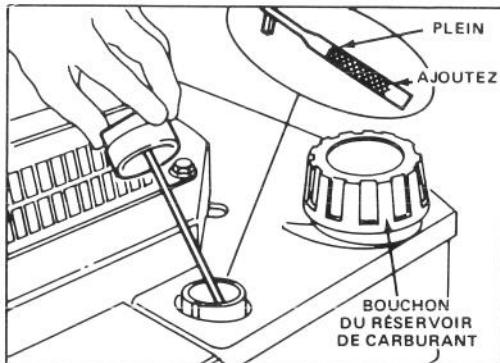

Figure 6
et vérifiez le niveau d'huile (Fig. 6). Si le niveau est bas, ajoutez une quantité d'huile qui soit tout juste suffisante pour amener le niveau à la marque FULL (PLEIN) sur la jauge d'huile. NE REMPLISSEZ PAS AU-DELA DE LA MARQUE FULL (PLEIN) CAR LE MOTEUR PUORRAIT ETRE ENDOMMAGE LORS DU DEMARRAGE.
1. Nettoyez autour du bouchon. Enlevez le bouchon et remplissez le réservoir jusqu'à 1/2" (13 mm) du haut avec de l'essence sans plomb. Remettez le bouchon (Fig. 6).